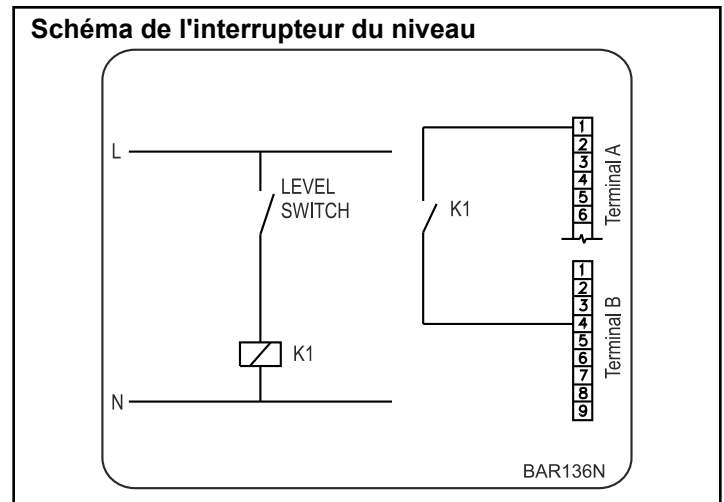

Figure 28
- Cette option n'est pas obligatoire. Toutefois, il est conseillé d'installer un interrupteur de niveau. L'interrupteur de niveau doit être connecté au micro-processeur par le biais d'un contact sans potentiel. Voir *Figure 28*.